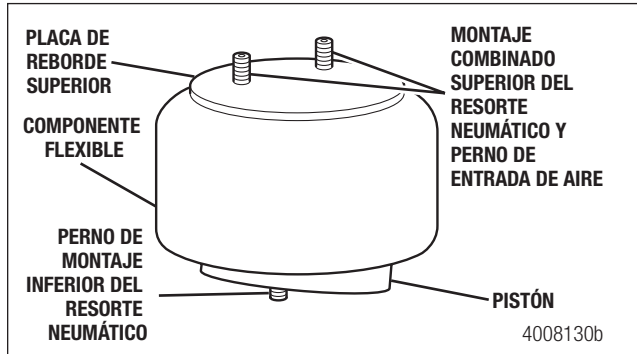

Figura 5.4
4. Revise si hay fugas en los conductos de aire, placa de reborde superior del muelle neumático, pistón y pernos de montaje. Figura 5.4. Reemplace los conductos de aire, conexiones o resortes neumáticos con fuga. Consulte la Sección 6 Extracción, instalación y ajuste en la página 16.